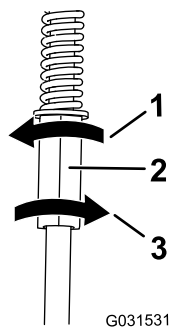

Bild 65
4. Drehen Sie die linke Schaltstange um Vierteldrehungen, bis die Spur der Maschine gerade ist (Bild 65).